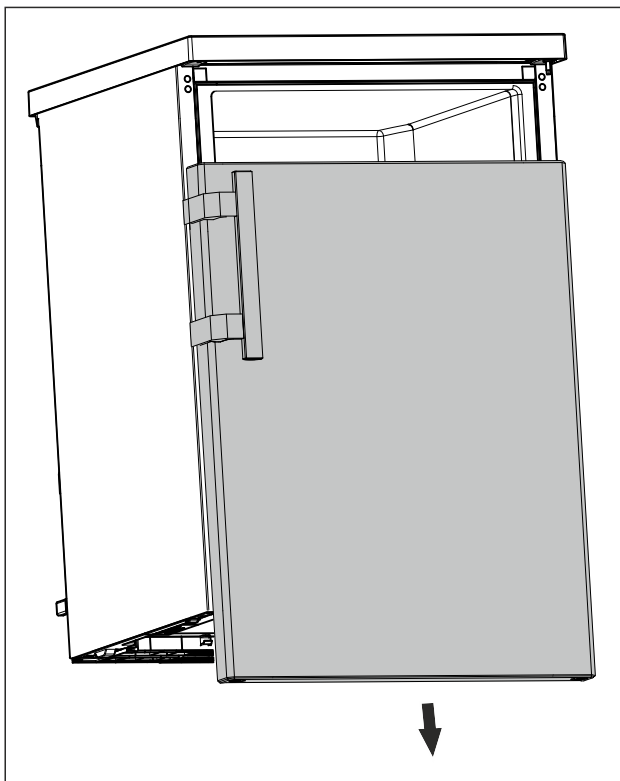

Fig. 8
- ▶ Vrata snemite navzdol. (glejte Fig. 8)